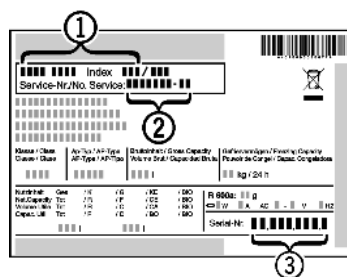

Fig. 3
- ▶ Odczytać z tabliczki znamionowej oznaczenie urządzenia Fig. 3 (1), nr serwisowy Fig. 3 (2) oraz numer seryjny Fig. 3 (3). Tabliczka znamionowa znajduje się po lewej stronie wewnątrz urządzenia.
- ▶ Poinformować serwis i podać opis zakłócenia, oznaczenie urządzenia Fig. 3 (1), nr serwisowy Fig. 3 (2) oraz numer seryjny Fig. 3 (3).